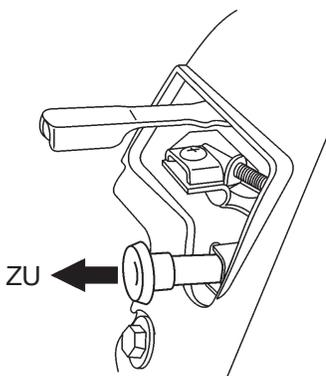

Abb. 34. Knopf für Starterklappe (Choke), Position ZU
5. Bei **kaltem Wetter** den **Knopf für Starterklappe** auf **ZU** stellen (Abb. 34).